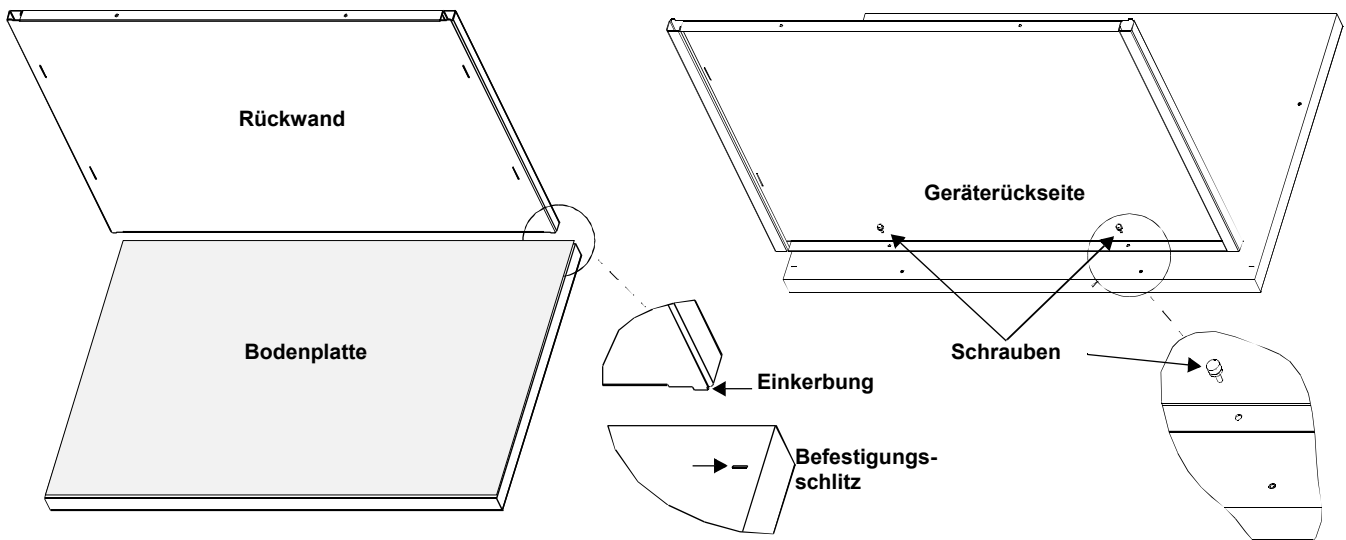

Abbildung 2. Befestigung der Rückwand auf der Bodenplatte
4. Bringen Sie die Rückwand (Nr. 2) so an, dass die unteren Einkerbungen in die hinteren Befestigungsschlitze der Bodenplatte (Nr. 1) einrasten. Befestigen Sie die Rückwand auf der Bodenplatte, indem Sie die beiden Flügelschrauben wie in Abbildung 2 dargestellt anziehen.